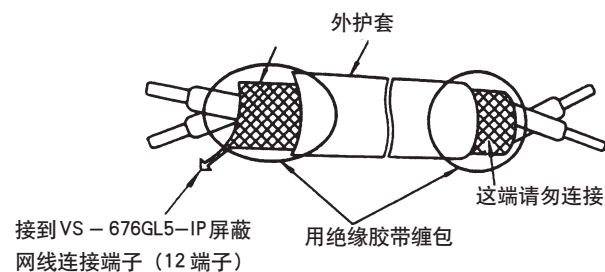

图 12 屏蔽线两端处理
- 为了防止干扰误动作，控制回路接线请使用屏蔽线。端末处理参照图 12。配线长度限制在 50m 以下。